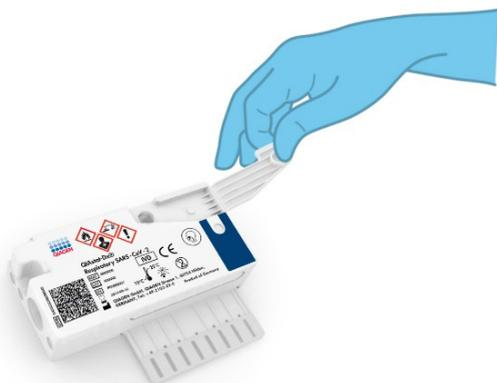

Figura 39. Apertura de la tapa de la muestra del puerto principal.
4. Abra la tapa de la muestra del puerto principal en la parte frontal del QIAstat-Dx Respiratory SARS-CoV-2 Panel Cartridge (figura 39).